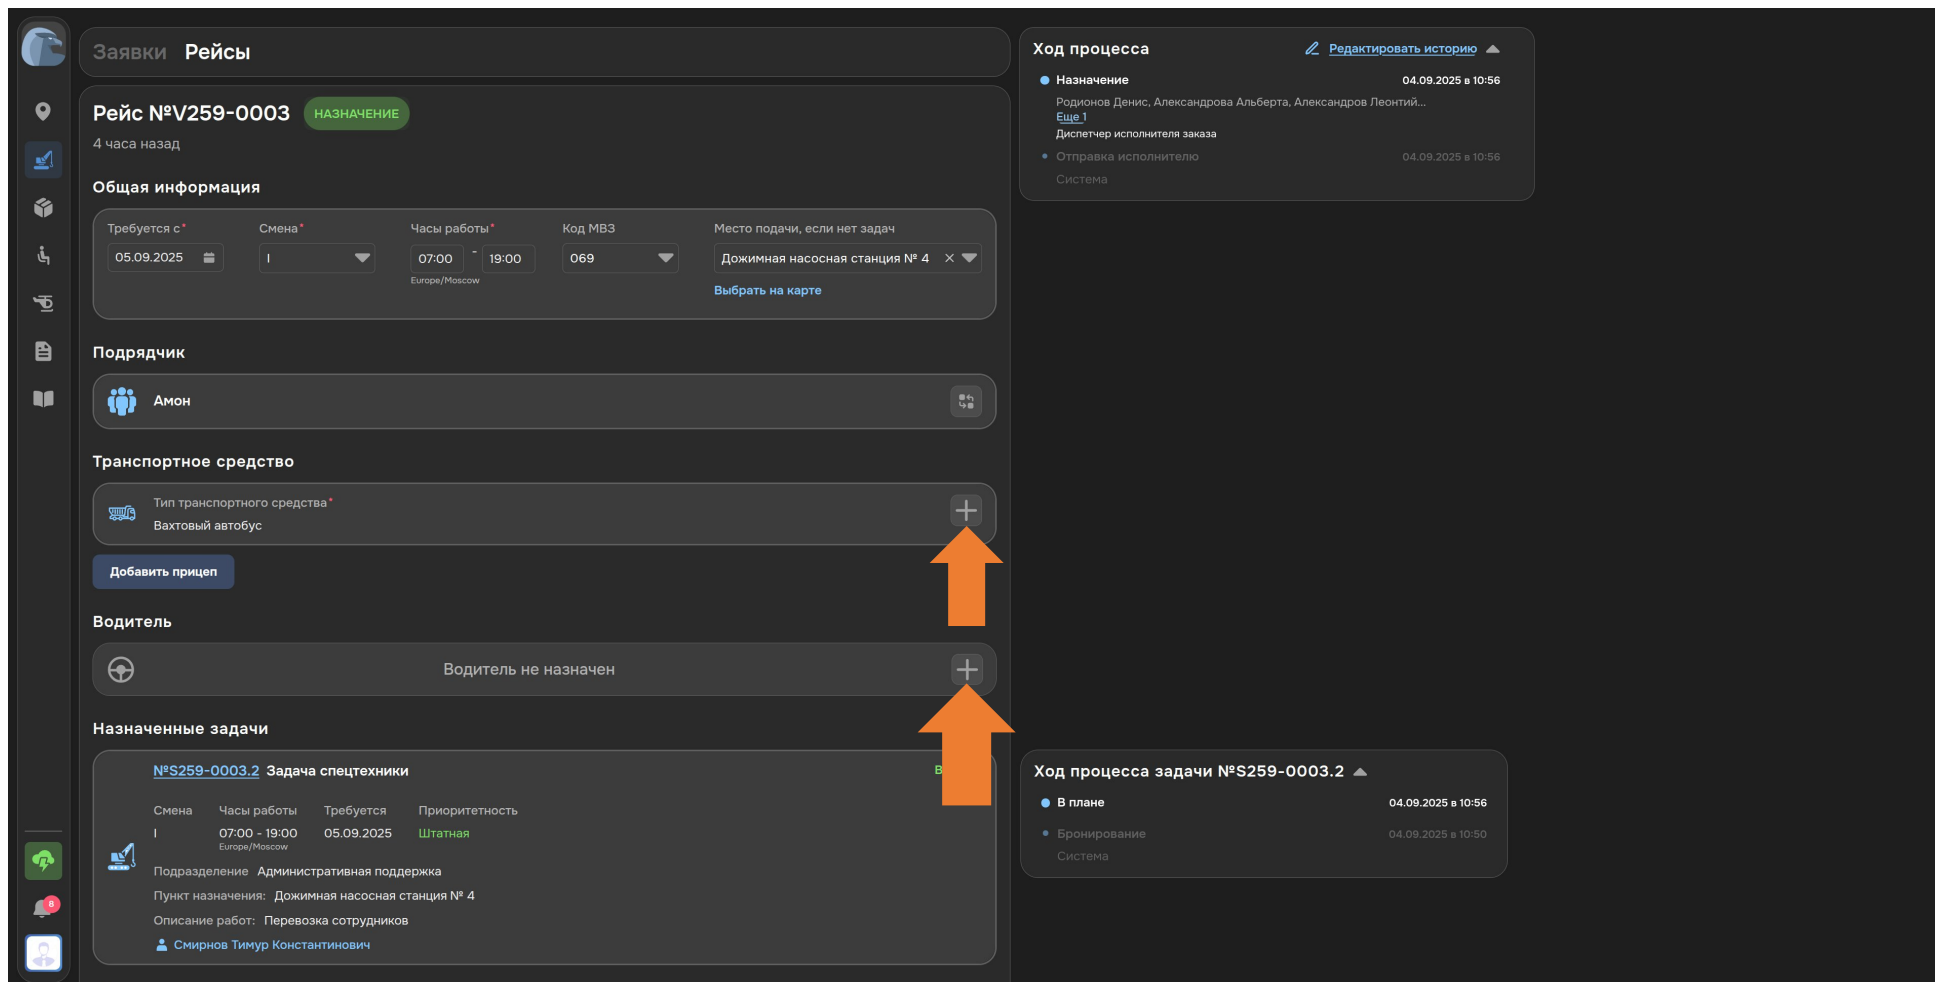

Рисунок 50. Просмотр информации о Рейсе
4. Нажмите кнопку «+» в блоке «Транспортное средство» для назначения ТС (см. Рисунок 50).
6. Нажмите кнопку «+» в блоке «Водитель» для назначения водителя (см. Рисунок 50).